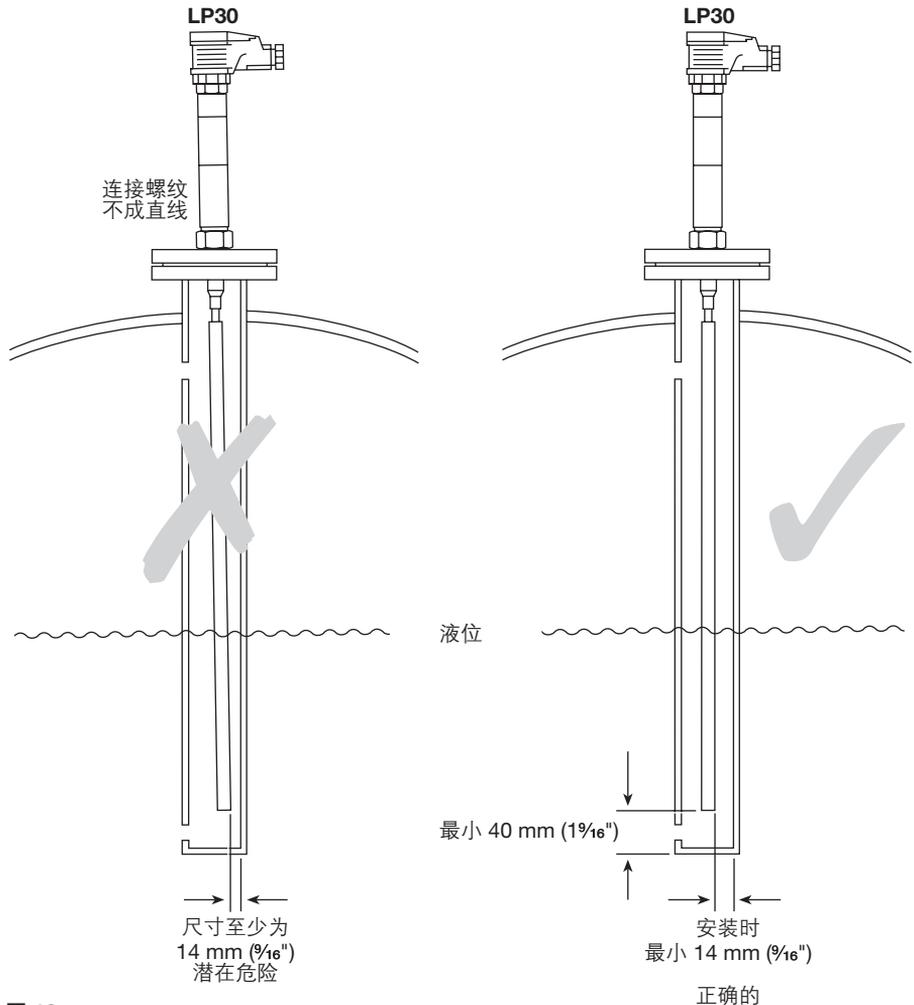

图 12
- 保护套钻孔不够大和/或不够深 (保护套应距离感应地底部至少 40 mm (1 1/2 ")深,见图 12)。